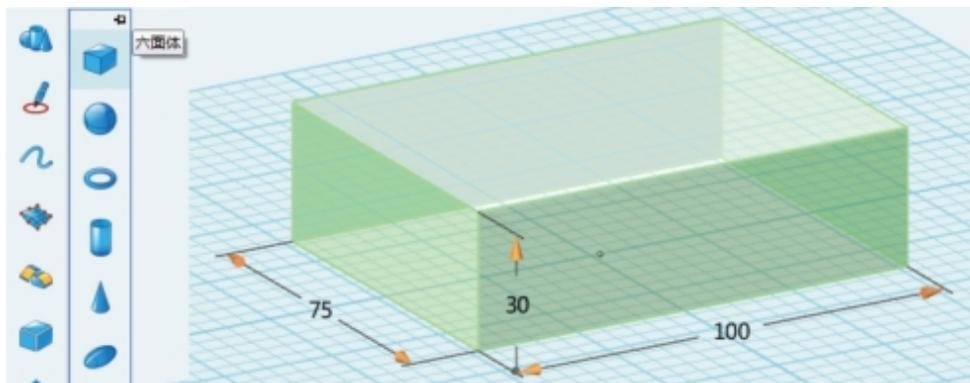

图7-4-2 六面体图
①单击“基本实体”→“六面体”, 建立一个100 mm×75 mm×30 mm的六面体为香皂盒盒身, 如图7-4-2所示。